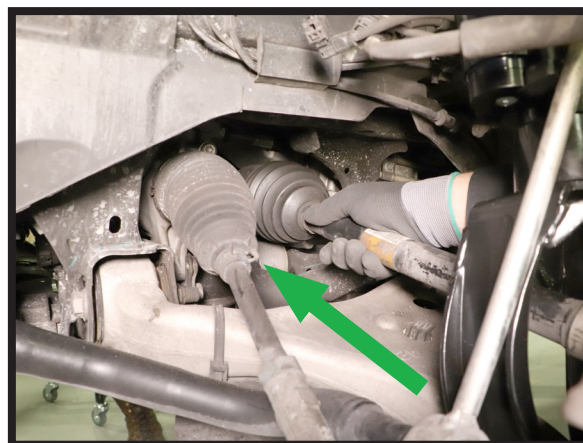

FIGURE 20
3. REINSTALL THE AXLE BACK INTO THE GEARBOX. (FIGURE 20)